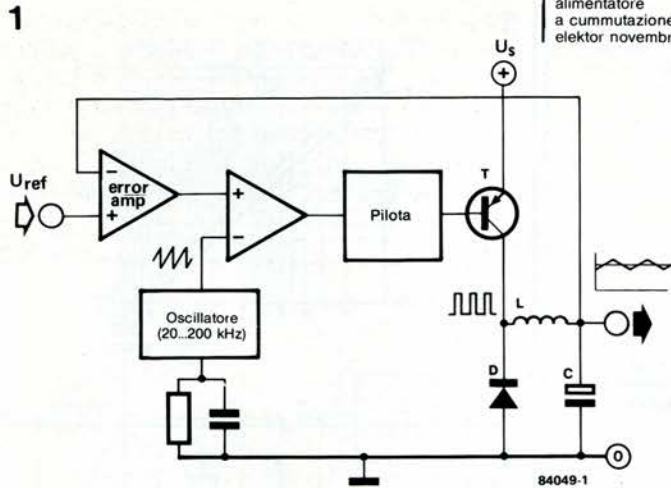

Figura 1. Schema fondamentale di un alimentatore a commutazione.
**Figura 1.** Per quanto semplice, il circuito del prova-floppy è in grado di simulare tutte le condizioni necessarie per azionare un'unità disco. Il controllo della testina è compito di MMV1, mentre MMV2 forma un generatore di dati.
Gli alimentatori a commutazione funzionano generalmente secondo lo schema mostrato in Figura 1. Confrontando la tensione di uscita con una tensione di riferimento di precisione generata sul chip ( $U_{ref} = 5,1 \text{ V}$ ) viene prodotto un segnale di errore. Il segnale di errore viene poi confrontato con l'uscita a 20...200 kHz del generatore a denti di sega. L'uscita del